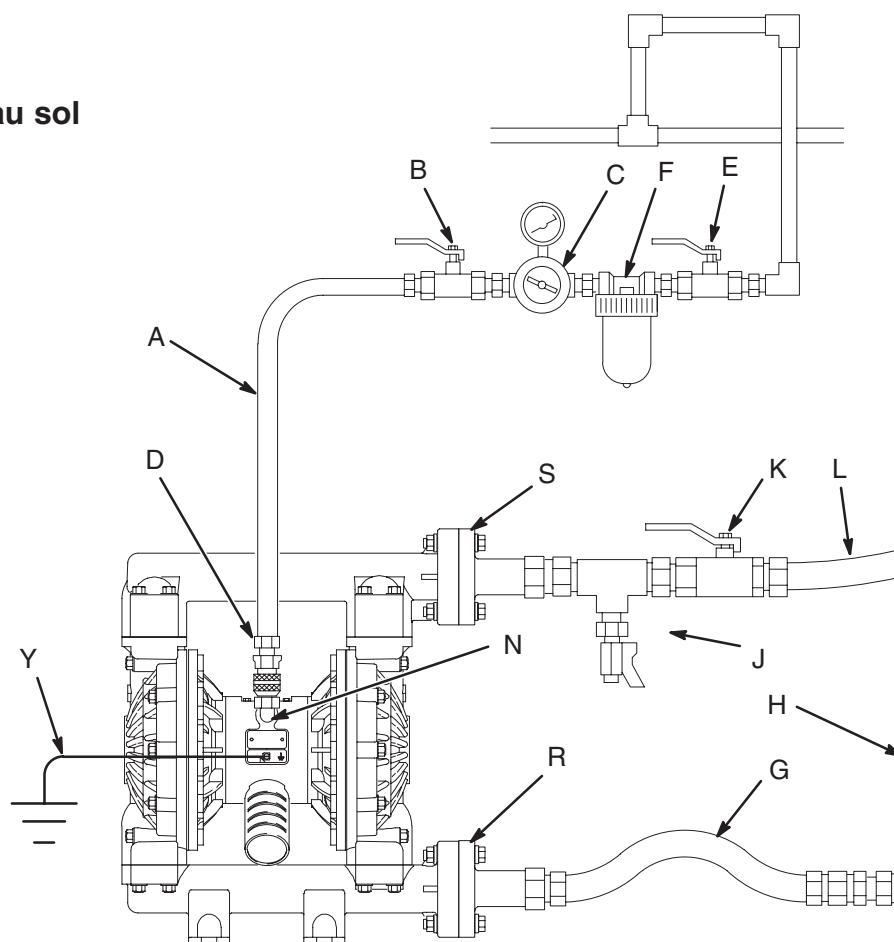

Fig. 2
- L'installation type présentée en fig. 2 est une simple indication pour choisir et monter les éléments du système. Prendre contact avec votre distributeur Graco ou les services d'assistance technique de Graco pour vous aider à concevoir un système qui correspond à vos besoins.
La vanne d'air principale de type purgeur (B) doit être montée sur votre système pour décharger l'air prisonnier entre cette vanne et la pompe. Cet air prisonnier peut provoquer le battement inattendu de la pompe, provoquant ainsi des blessures graves, y compris des projections dans les yeux ou sur la peau, des blessures dues à des pièces en mouvement ou une intoxication due aux produits dangereux. Voir fig. 2.
1. Installer les accessoires de la conduite d'air suivant la fig. 2. Fixer ces accessoires au mur ou sur un support. S'assurer que la conduite d'air alimentant ces derniers est conductrice.
a. Installer un régulateur d'air (C) et un manomètre pour contrôler la pression produit. La pression de sortie produit correspondra au réglage du régulateur d'air.
b. Placer la vanne d'air principale de type purgeur (B) tout près de la pompe et s'en servir pour décharger l'air prisonnier. Voir la **MISE EN GARDE** ci-contre. Placer l'autre vanne d'air principale (E) en amont de tous les accessoires de la conduite d'air et l'utiliser pour isoler ces derniers pendant le nettoyage et les réparations.
c. Le filtre sur la conduite d'air (F) élimine les poussières nuisibles et l'humidité de l'alimentation en air comprimé.
2. Installer un flexible d'air conducteur (A) entre les accessoires et l'entrée d'air 1/2 npt(f) de la pompe (N). Voir fig. 2. Utiliser un flexible d'air d'un diamètre intérieur minimum de 13 mm (1/2").
3. Visser un raccord rapide de conduite d'air (D) sur l'extrémité du flexible d'air (A); s'assurer que les orifices du raccord sont assez grands pour ne pas diminuer le débit d'air, ce qui affecterait les performances de la pompe. Visser correctement le raccord avec un ruban d'étanchéité sur l'entrée d'air de la pompe. Ne pas brancher le raccord rapide (D) sur le raccord avant que la pompe ne soit prête à fonctionner.
LÉGENDES DE LA FIG. 2
Une vanne de purge produit (J) est nécessaire pour décompresser la conduite si elle est bouchée. La vanne de purge diminue le risque de blessure grave, y compris de projection dans les yeux ou sur la peau, ou d'intoxication par les produits dangereux lors de la dépressurisation. Installer la vanne tout près de la sortie produit de la pompe. Voir fig. 2.
1. La sortie produit (S) de la pompe est une bride à face surélevée sur 25–12 mm. Se reporter au paragraphe **Raccordement des brides** à la page 8.
2. Installer une vanne de purge produit (J) à proximité de l'orifice de sortie produit. Voir la **MISE EN GARDE** ci-dessus.
3. Installer une vanne d'arrêt (K) sur la conduite de sortie produit.